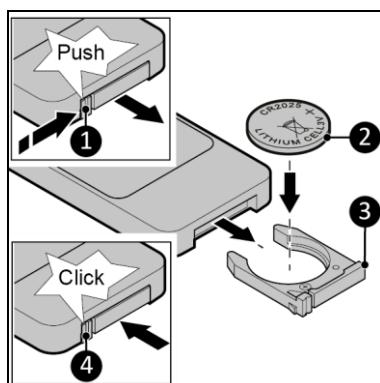

Figure 10
1. Appuyez sur la languette (figure 10, pos. 1) et retirez le couvercle du compartiment à pile (figure 10, pos. 3) de la télécommande.
2. Insérez correctement une pile de type CR2025 comme indiqué (figure 10, pos. 2).
3. Replacez le couvercle du compartiment à pile jusqu'au déclic de la languette (figure 10, pos. 4).